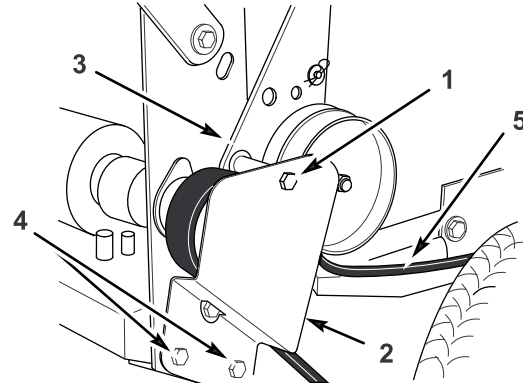

Figura 42
1. Retire el tornillo de caperuza que fija los soportes de la polea tensora al bastidor trasero (Figura 42).
2. Afloje los dos tornillos de montaje inferiores lo suficiente para que la correa pueda pasar entre la polea de transmisión y el soporte de la polea tensora (Figura 42).
5. Coloque el tornillo de caperuza que fija los soportes de la polea tensora al bastidor trasero (Figura 42).
6. Apriete los dos tornillos de montaje inferiores lo suficiente para que la correa pueda pasar entre la polea de transmisión y el soporte de la polea tensora (Figura 42).